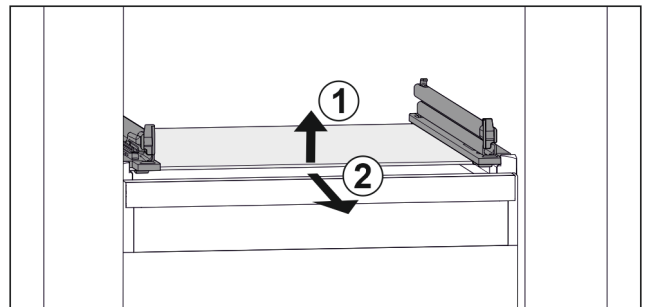

Fig. 118 Reprezentare exemplificativă a plăcii de sticlă
- ▶ Ridicați placa de sticlă din față. Fig. 118 (1)
- ▶ Extrageți placa de sticlă spre înainte. Fig. 118 (2)